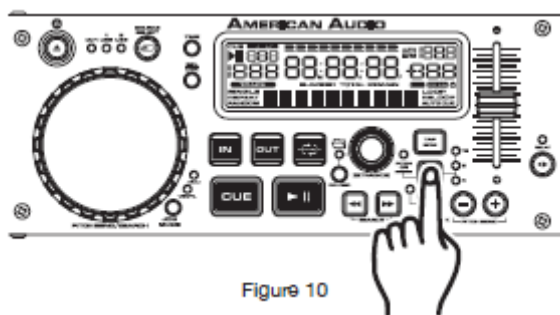

Figure 10
Vous pouvez choisir un taux de fonctionnement de pitch à tout moment. Pour modifier le taux de fonctionnement, assurez-vous que la fonction pitch est activée, voir la figure 10. Le pourcentage de pitch peut être modifié entre +/- 4 %, +/- 8 %, +/- 16 % et 100 %. 4 % permettra la plus faible manipulation du pitch et 100% permettra la plus grande. Pour régler les différentes valeurs, appuyez sur le bouton Pitch ON/OFF (8) et pressez le bouton % (8) jusqu'à ce que la valeur désirée